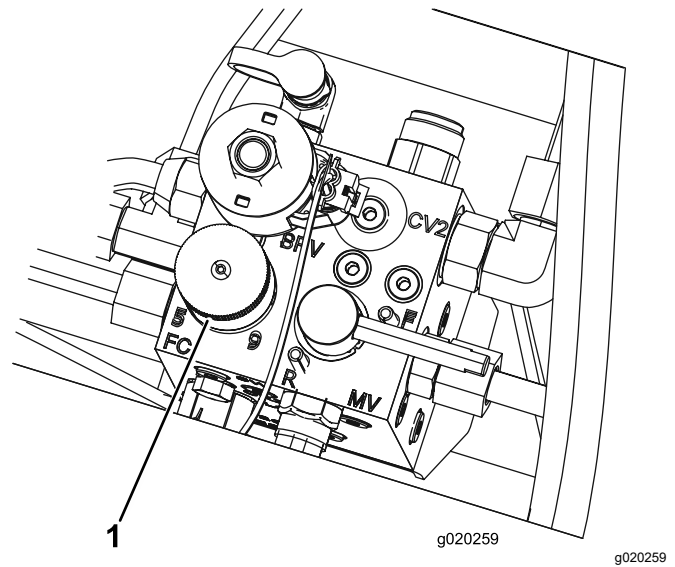

Figure 43
5. Tournez le bouton (Figure 43) du collecteur de tonte jusqu'à ce que la flèche soit en face du numéro de la vitesse de rotation des cylindres, déterminé à l'étape 3.